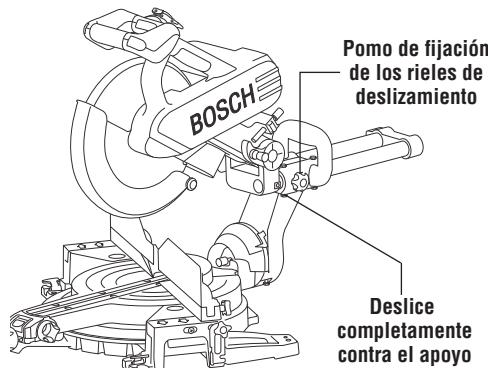

Figura 30. Corte de troceado
- Deslice el ensamblaje del cabezal hasta la parte trasera tanto como se pueda (Figura 30).
- Apriete el pomo de fijación de los rieles de deslizamiento (Figura 30).